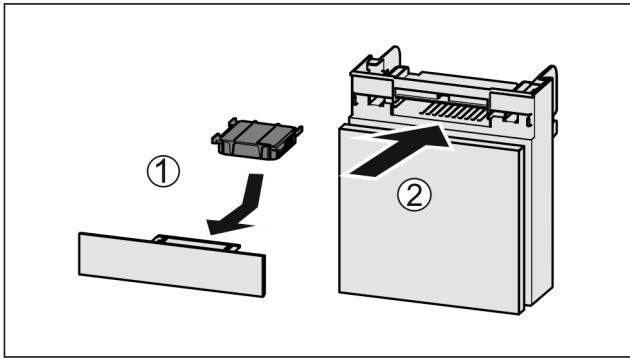

Fig. 95
- ▶ Поставете Fig. 95 (1) филтъра с активен въглен, както е показано на фигурата.
- ▶ Вкарайте Fig. 95 (2) отделението.